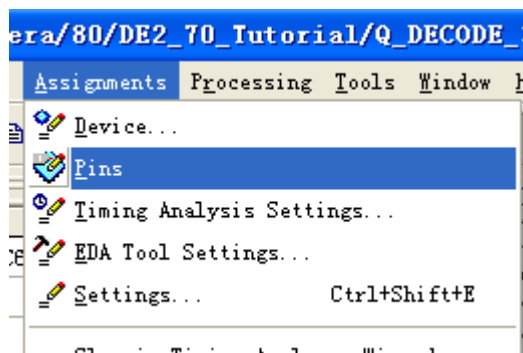

图 2-18 配置 DE2-70 的引脚操作
14. 为 DE2-70 运行 3-8 译码器配置引脚。配置引脚有 3 种方法，分别是手工指定、使用 csv 文件导入与使用 qsf 文件，这里使用第一种，剩下两种后面的实验中会提到。点击菜单项 Assignments->Pins，如图 2-18。